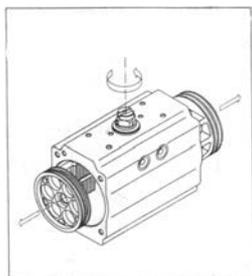

Рисунок 4
г) Демонтаж поршней (40), рисунок 4: